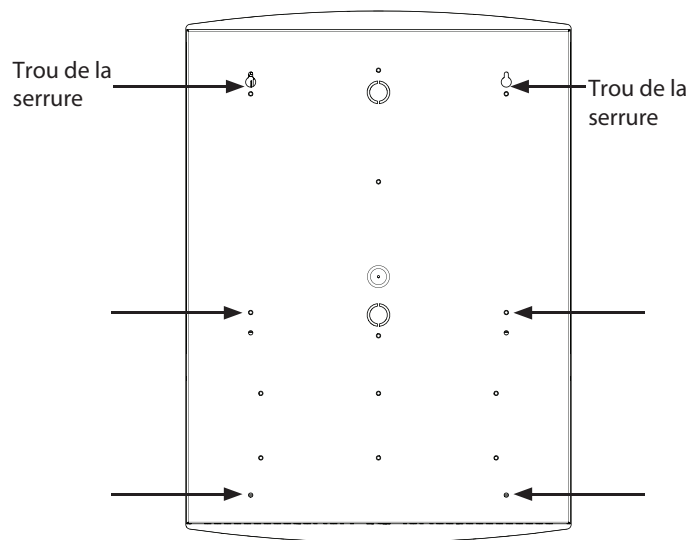

Figure 2: Emplacement des trous de fixation
2. En utilisant le boîtier comme modèle, marquer l'emplacement des trous de serrure servant à la fixation tel qu'illustré dans la figure 2. S'assurer qu'au moins un côté se situe au-dessus d'un montant mural.